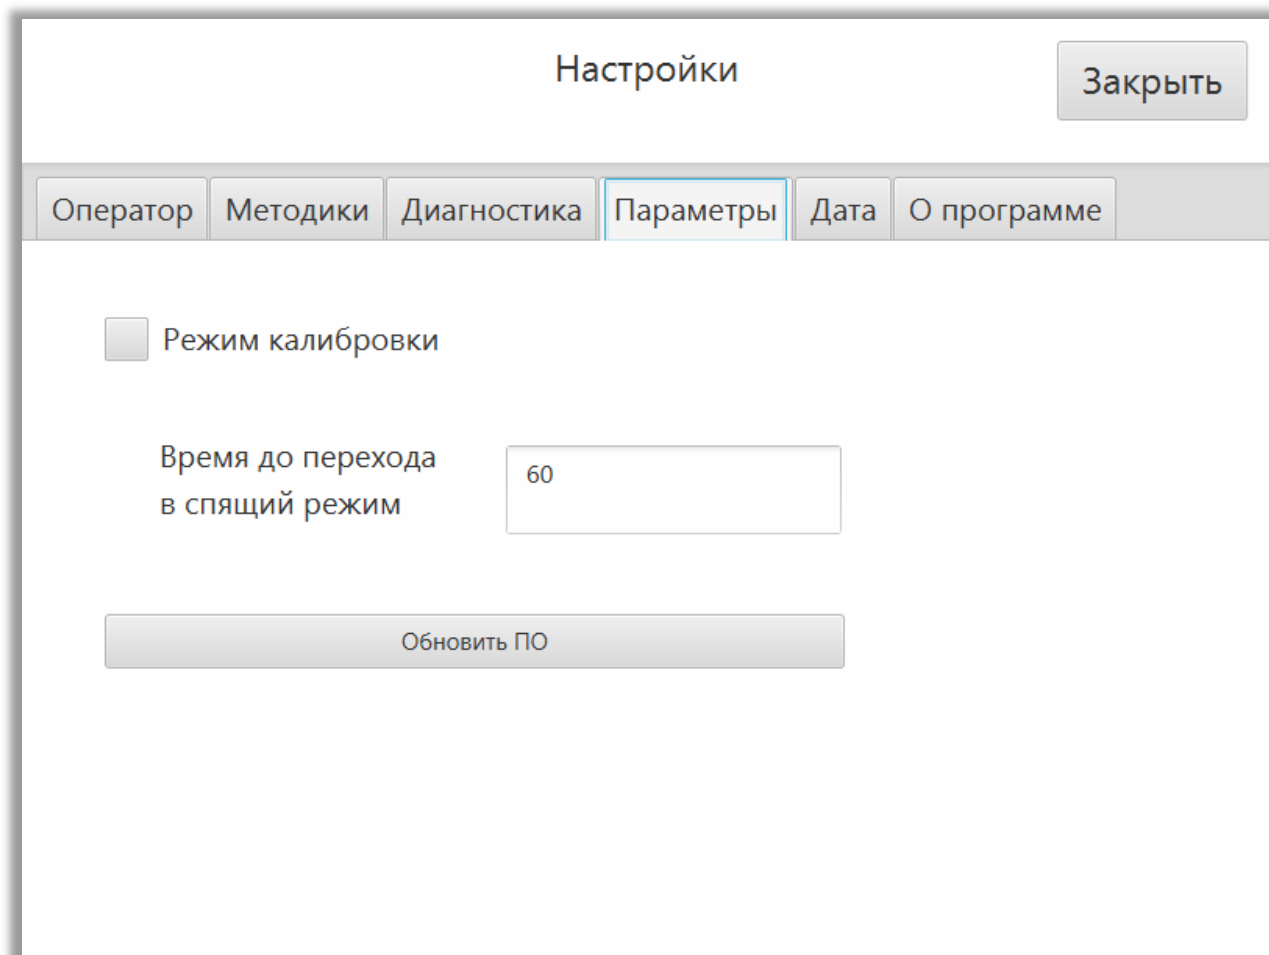

Рисунок 3.10 – Закладка «Параметры»
В главном окне нажмите кнопку «Настройка», выберите закладку «Параметры» и отметьте режим «Режим калибровки». Закройте окно «Настройки» (рисунок 3.10)
В случае, когда необходим детальный осмотр работоспособности прибора, возможно удаленное управление прибором через сеть интернет. Для этого необходимо подключить кабель с доступом к сети интернет через разъём RJ-45 на сетевой планке (рисунок 1.2). Требования к настройкам: в сети должен работать DHCP сервер, который выдает IP адрес и правильные настройки шлюза и DNS сервера. После этого перейти в закладку «Параметры», нажать «Включить удаленное управление» (рисунок 3.10). Далее связаться с предприятием - изготовителем или его представителем и следовать полученным указаниям.
1. Получить от предприятия - изготовителя обновление в виде файла update3150.zip. Записать полученный файл на сменный накопитель. Подключить к прибору сменный накопитель, в закладке «Параметры» (рисунок 3.10) нажать кнопку «Обновить ПО». По завершении обновления будет предложено перезагрузить прибор.